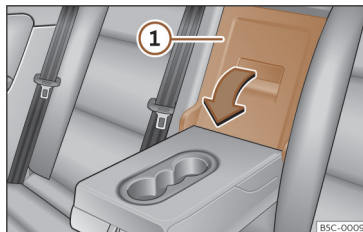

Fig. 175 Dans le dossier de la banquette arrière : ouverture de la trappe de chargement.
- Tirer sur le levier de déverrouillage dans le sens de la flèche et rabattez complètement le couvercle de la trappe de chargement >>> **fig. 175** ① vers l'avant.